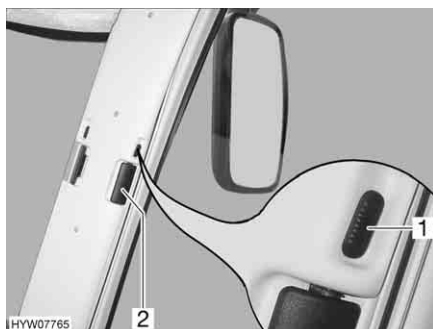

Fig. 58 Tendina oscurante pieghevole per il finestrino del conducente/ passeggero
- Spingere verso l'alto il bottone di bloccaggio (Fig. 58,1) oppure premere e tenere premute le levette di bloccaggio.
- Inserire fino all'arresto le tendine oscuranti pieghevoli per il finestrino del guidatore e del passeggero per la maniglia (Fig. 58,2).
- Spingere verso il basso il bottone di bloccaggio (Fig. 58,1) e farlo innestare.